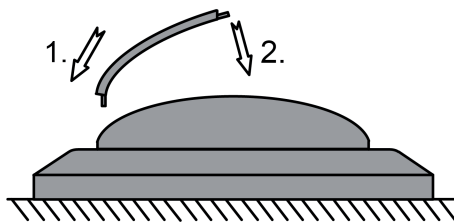

Bild 12: Montage der Blende zur Einschränkung des Erfassungsbereichs (Ansicht von oben)
- Blende im linken oder rechten Teilbereich des Sensorfensters montieren (Bild 12).